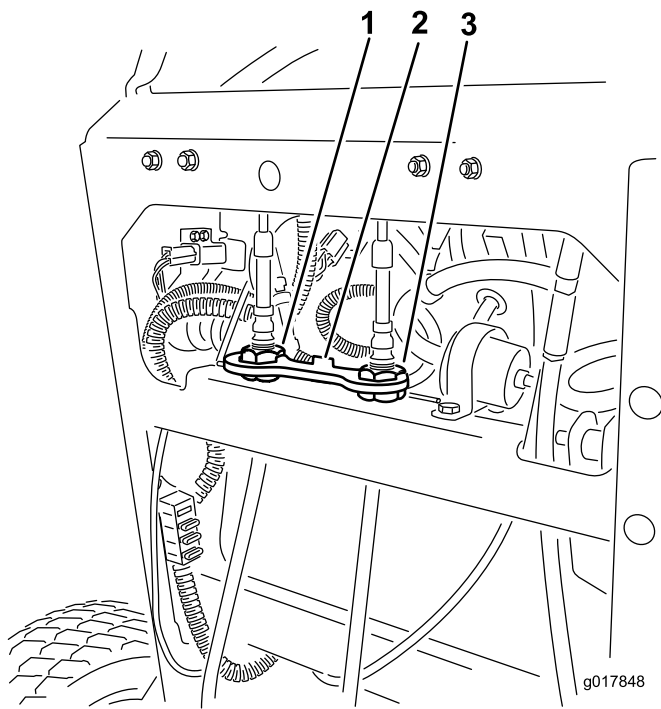

Figure 80
6. Placez le verrou à câble sur les écrous de réglage de câble pour bloquer le réglage (Figure 80).